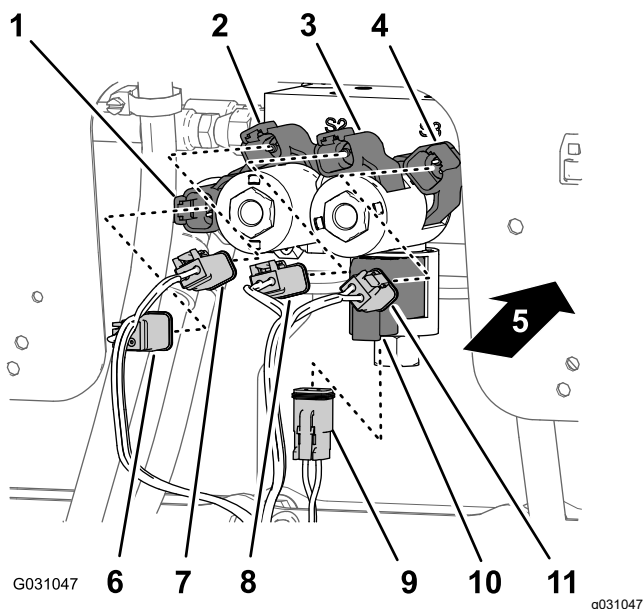

Figure 105
1. Au bas du collecteur de vérin de levage, branchez le connecteur à 2 douilles du faisceau arrière étiqueté **Enable Solenoid** au connecteur à 2 broches du solénoïde d'activation (Figure 104 et Figure 105).
- Au niveau du solénoïde inférieur droit, branchez le connecteur à 2 douilles du faisceau arrière étiqueté **Right Down** au connecteur à 2 broches du solénoïde de descente côté droit (Figure 104 et Figure 105).
- Au niveau du solénoïde supérieur droit, branchez le connecteur à 2 douilles du faisceau arrière étiqueté **Right Up** au connecteur à 2 broches du solénoïde de levée côté droit (Figure 104 et Figure 105).
broches du solénoïde de descente côté gauche (Figure 104 et Figure 105).